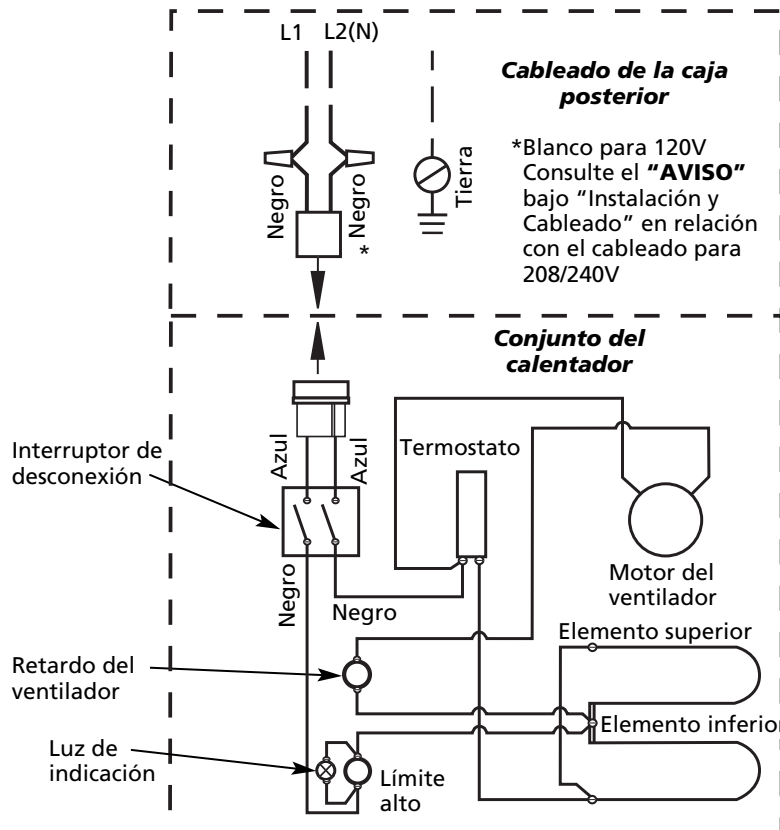

Figura 4
1. Siguiendo el diagrama de cableado (Figura 4), conecte los conductores de suministro eléctrico a los conductores del calentador en la caja posterior.
el color del conductor. (La mayoría de los códigos eléctricos requieren que los conductores de suministro eléctrico se conecten a conductores negros.) Luego conecte los dos conductores de suministro eléctrico a los dos conductores negros del receptáculo (consulte la Figura 4).